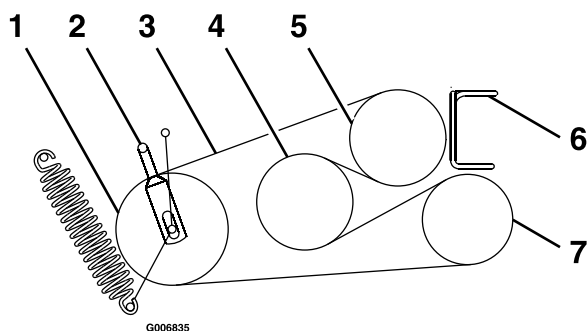

Figure 50
6. Desserrez les guides de courroie **A** et **B** (Figure 50).
8. Installez les courroies neuves sur les poulies, comme montré à la Figure 50.